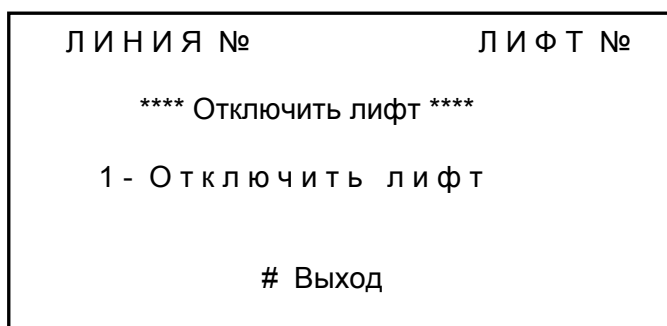

Рис.10 Меню режима "Отключение лифта диспетчером".
2.2.5.1. Из меню "Состояние текущей линии комплекса" нажимая клавишу [#] войдите в меню "Команд комплекса". Нажмите на клавишу с номером [4], при этом высветится меню "Отключение лифта диспетчером" (Рис.10) .